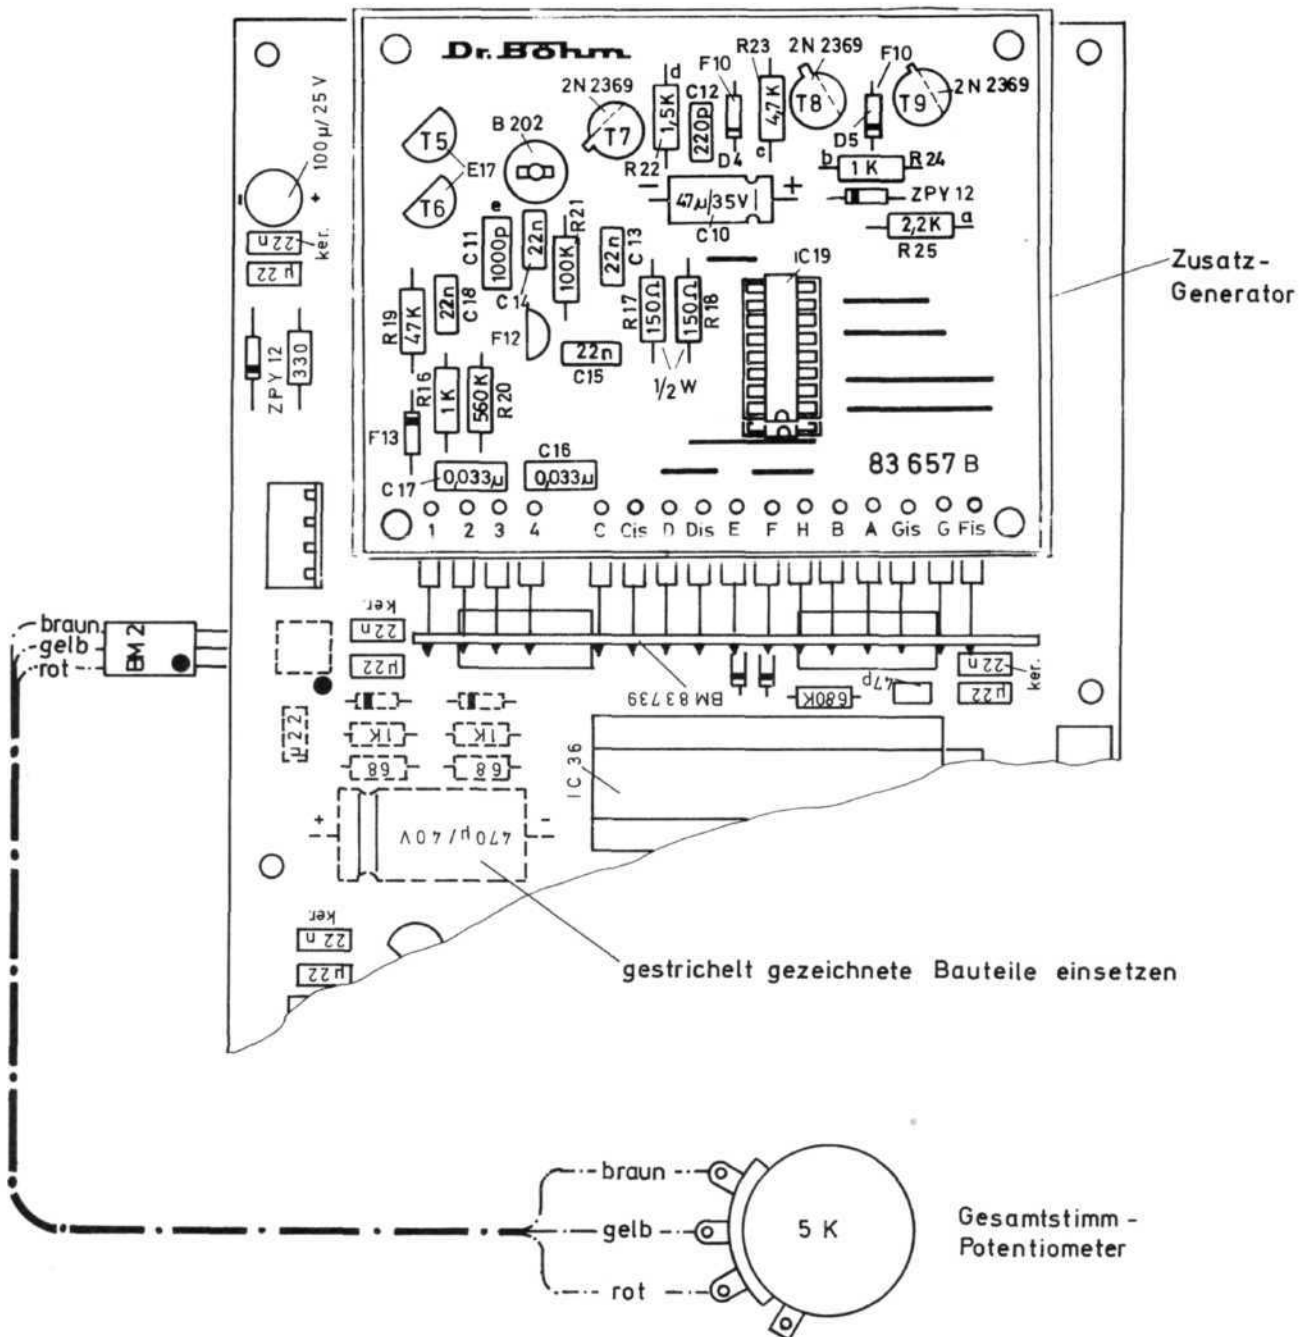

Bild 53. Verdrahtungsbild Zusatzgenerator BÖHMAT
1.5.2. Sämtliche Transistoren T5 ... T9 einstecken. Die Typen 2N 2369 müssen unbedingt auf der Platine 83 657 an den Positionen T7 ... T8 laut Bild 53 eingesetzt werden.